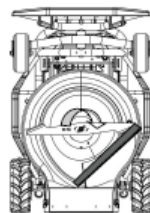

Figure 02
9. Utilisez un bloc de bois ou tout dispositif de positionnement approprié pour maintenir la lame en place, comme illustré dans la Figure 02.